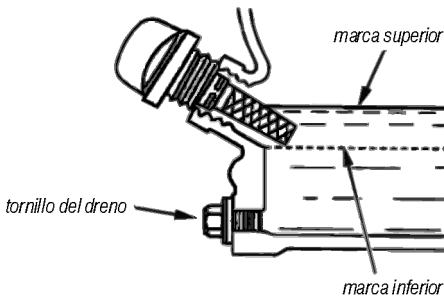

Fig. 11 – Nivel de aceite
- e. Retire nuevamente la varilla y realice la lectura (fig. 11);